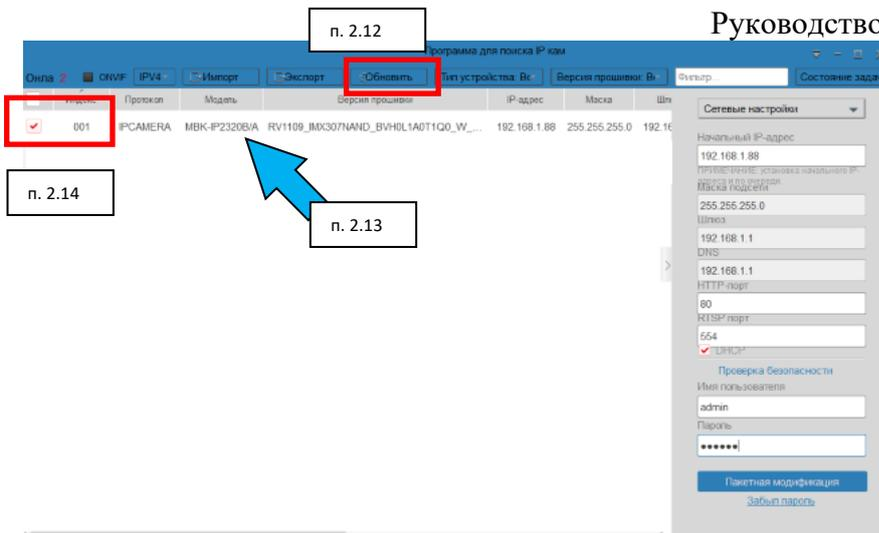

Рисунок 3
2.12. Через 10-15 с необходимо нажать на кнопку «Обновить» (рисунок 3).
2.13. В окне программы отобразится подключенная видеокамера (рисунок 3).
2.14. Установить галочку в столбце «Онлайн» напротив видеокамеры (рисунок 3).